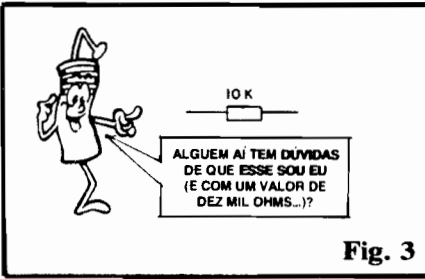

Fig. 3
- Dentro dessa mesma filosofia simplificadora, procurando “enxugar” ainda mais as notações, a própria abreviação da UNIDADE usada para medir a GRANDEZA, pode, simplesmente, ser ignorada! Explicamos: Você está analisando um “esquema”... Em determinado ponto do dito esquema, Você vê o **símbolo**, nítido e claro, de um RESISTOR (aquele retangulinho com os terminais de ligação saindo dos dois lados mais estreitos...). Obviamente “reconhecido” como um RESISTOR, e **sabendo** que a **unidade** de medida do valor dos resistores é o **Ohm** ( $\Omega$  ou R), **NÃO HÁ A MENOR NECESSIDADE DE SE “DIZER” (OU “ESCREVER”) O SÍMBOLO OU MESMO A ABREVIÇÃO DA UNIDADE**, já que está mais do que claro que a dita cuja é o **Ohm**! Alguém aí ainda tem alguma “dúvida” de que a fig. 3 mostra **UM RESISTOR COM VALOR DE DEZ MIL OHMS...?** Temos certeza de que ninguém interpretaria de outra forma... (Não após 11 “Aulas” do ABC...). Se isso ocorrer, aconselhamos o caro Leitor/“A-